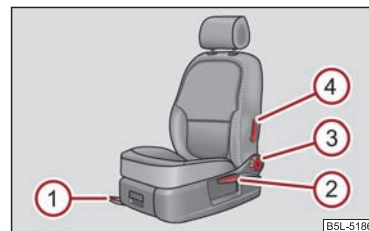

Fig. 62 Elementos de manejo en el asiento
- Tire de la palanca ① ⇒ fig. 62 hacia arriba, desplazando al mismo tiempo el asiento hasta la posición deseada.
- Suelte la palanca ① y desplace el asiento hasta que el enclavamiento encastre de forma audible.
⇒ página 71, fig. 62, a fin de ajustar la inclinación del respaldo.